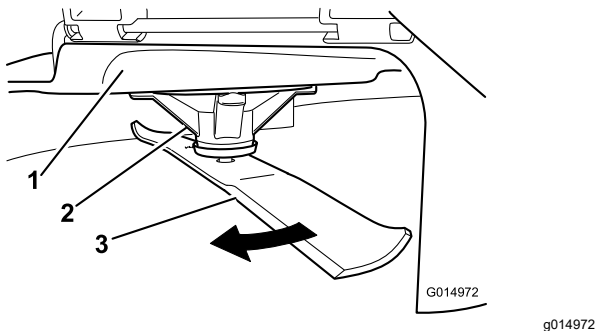

Figura 76
2. Llevando guantes fuertemente acolchados u otro tipo de protección apropiada para las manos, gire la cuchilla lentamente hasta una posición que permita medir la distancia entre el filo de corte y la superficie nivelada en la que descansa la máquina (Figura 76).